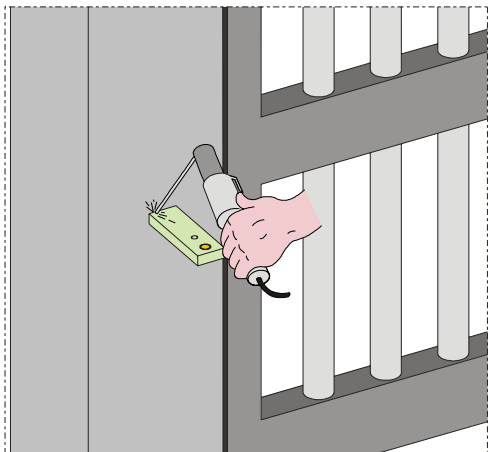
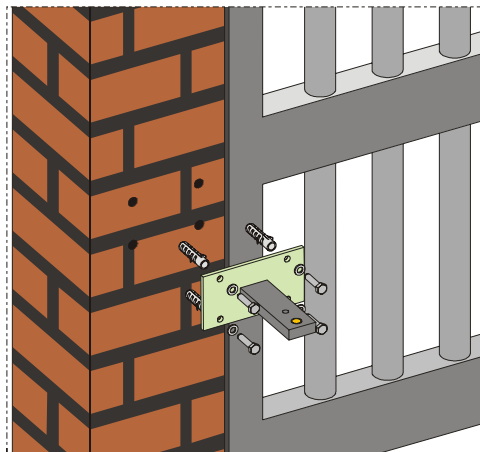

Fig. 6
Fig. 7
1) Bevestig de achterste beugel op de plaats die u eerder heeft bepaald. In het geval van ijzeren pilasters moet de beugel nauwkeurig direct op de pilaster worden gelast (fig. 6). In het geval van een gemetselde pilaster moet de speciale plaat (optie) voor bevestiging met schroeven (fig. 7) worden gebruikt. Maak gebruik van geschikte bevestigingsystemen. Las de beugel vervolgens nauwkeurig aan de plaat.